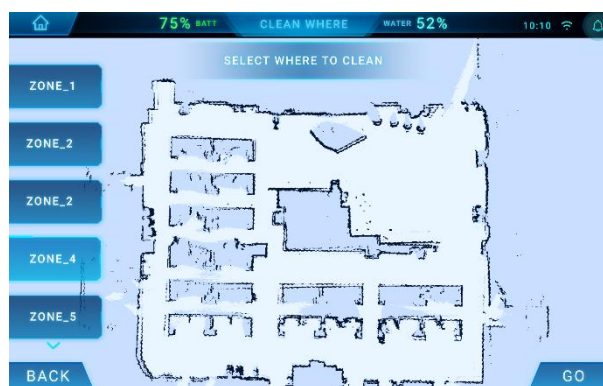

Fig 11
16. Sélectionnez l'emplacement sur la carte (Fig 11).